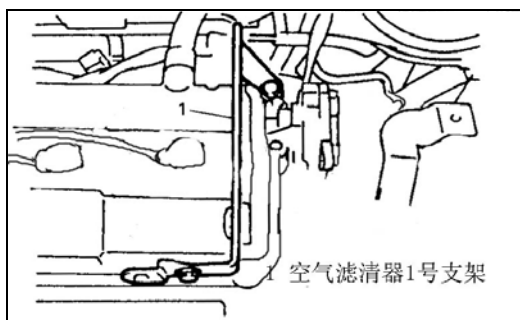

Рис. 4-15.
- 4). Снять кронштейн в сборе, смотри Рис. 4-15.
3). Установить кронштейн в сборе, Рис. 4-15.